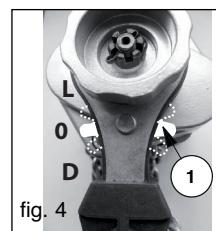

fig. 4
2. Plaats de hendel van de keuzeknop (tek. 1, fig. 4) van de beweging in de neutrale positie "0".
4. Als het niet mogelijk is om het lastwiel te draaien, zet dan de keuzeschakelaar in de positie "D" (fig. 4). Plaats de keuzeknop terug in de "0" positie en trek aan de ketting die op deze manier bevrijd werd met de lage eindaanslag.
1. Om te hijsen, trekken of spannen: zet de keuzehandel in stand "L" (fig. 4) en beweeg de hefboom heen en weer.
2. Om de last te laten zakken of te lossen: zet de keuzehandel in stand "D" (fig. 4) en beweeg de hefboom heen en weer.